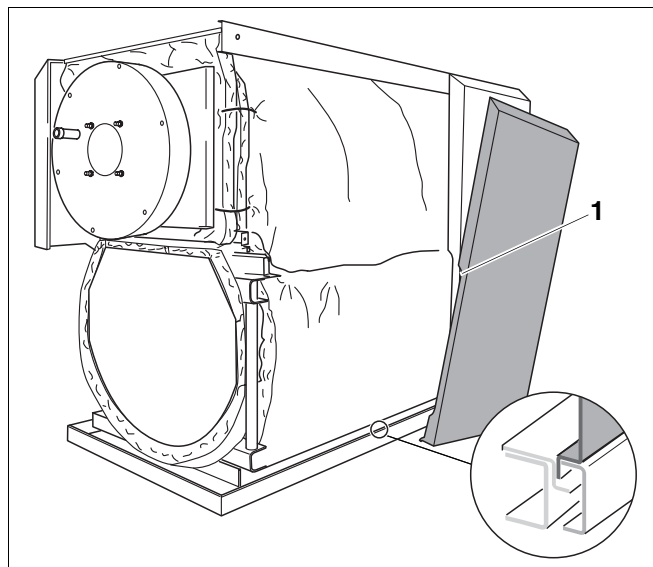

Fig. 14 Montering af sidevægge forinden
- Hægt de bagerste og de midterste sidevægge på forinden med afkantningen mellem sokkelpanelet og afstandspladen (fig. 14).
Bemærk udsparringen (fig. 14, **pos. 1**) på sidevæggene: